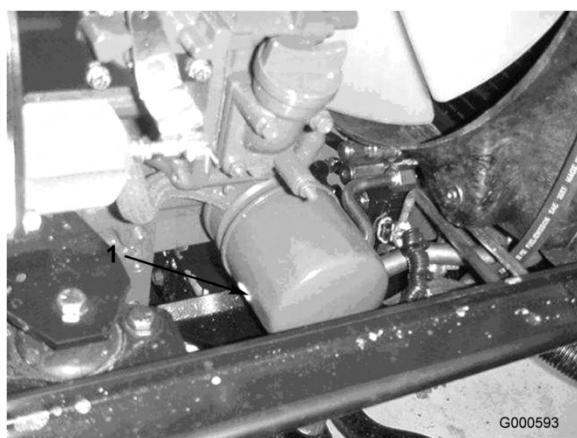

Figura 33
- Retire o filtro do óleo (Figura 33). Aplique uma leve camada de óleo limpo no vedante do filtro novo antes de o montar. Não aperte demasiado.